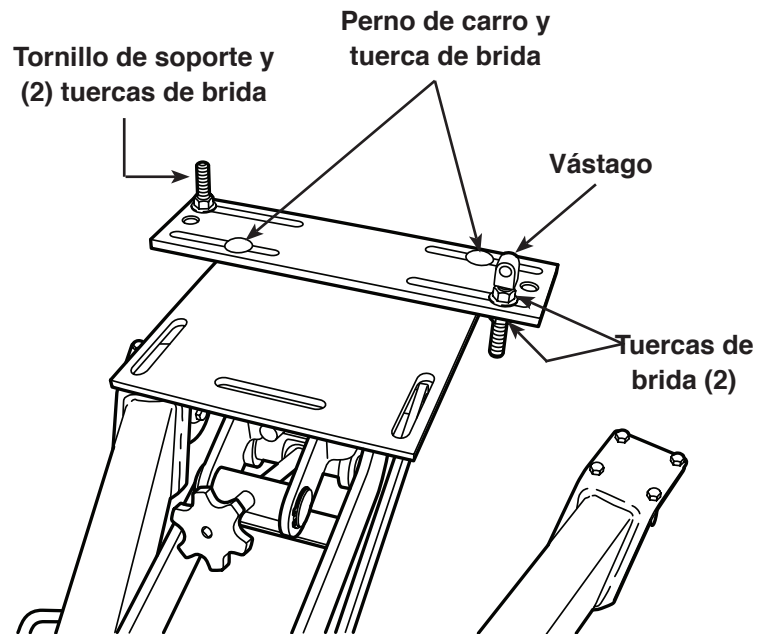

Figura 1
1. Instale el adaptador de caja auxiliar en la placa de montaje del gato de transmisión usando los pernos de carro y tuercas con brida proporcionadas. Apriete las tuercas con brida. Consulte la figura 1.
2. Planifique la colocación del tornillo de soporte y vástago para su aplicación. La figura 1 muestra el tornillo de soporte y el vástago ensamblados en la placa del adaptador en una de varias configuraciones posibles.